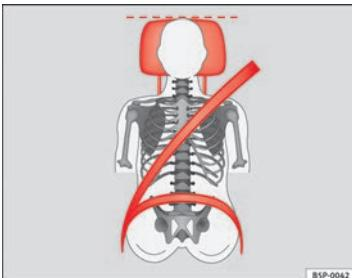
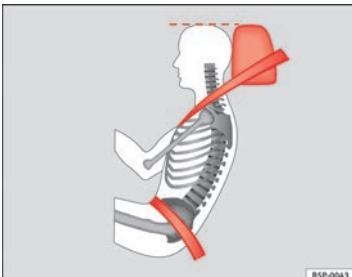

Fig. 3 Apoyacabezas
Fig. 4 Apoyacabezas
- Ajuste el apoyacabezas de modo que el borde superior quede, en la medida de lo posible, a la altura de la parte superior de la cabeza, como mínimo a la altura de los ojos ⇒ fig. 3 y ⇒ fig. 4.